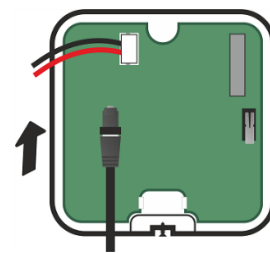

Рисунок 6.4 – Подключение АКБ
- 2.4. Подключите адаптер питания к черному разъему на плате ретранслятора и к сети 230 В (см. рисунок 6.4)